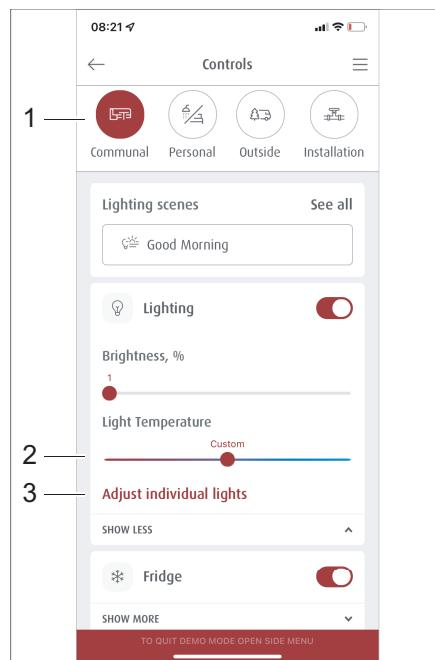
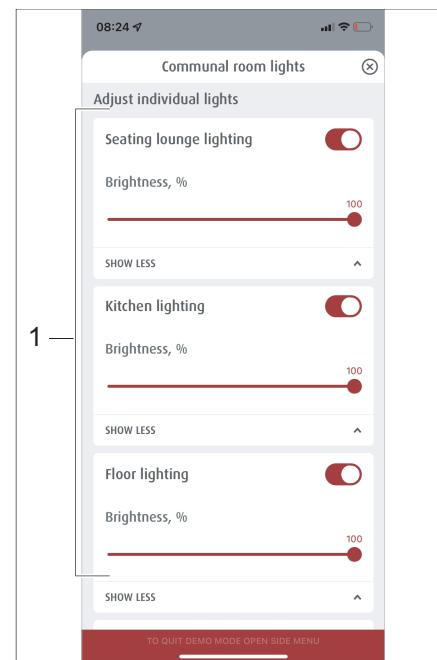

Fig. 304 Selección de escenarios preparados
Fig. 305 Gestión de escenarios
- Presionar en el menú *Manejo* la opción *Vivir y estar* (Fig. 304,1).
- Presionar en el menú *Vivir y estar* en *Ajustar luces de manera individual* (Fig. 304,3). Se abre el menú *Ajustar luces de manera individual* (Fig. 305).
- En la selección de iluminación (Fig. 305,1) seleccionar la iluminación deseada y usar el control deslizante (Fig. 304,2) para ajustar la temperatura de la luz.